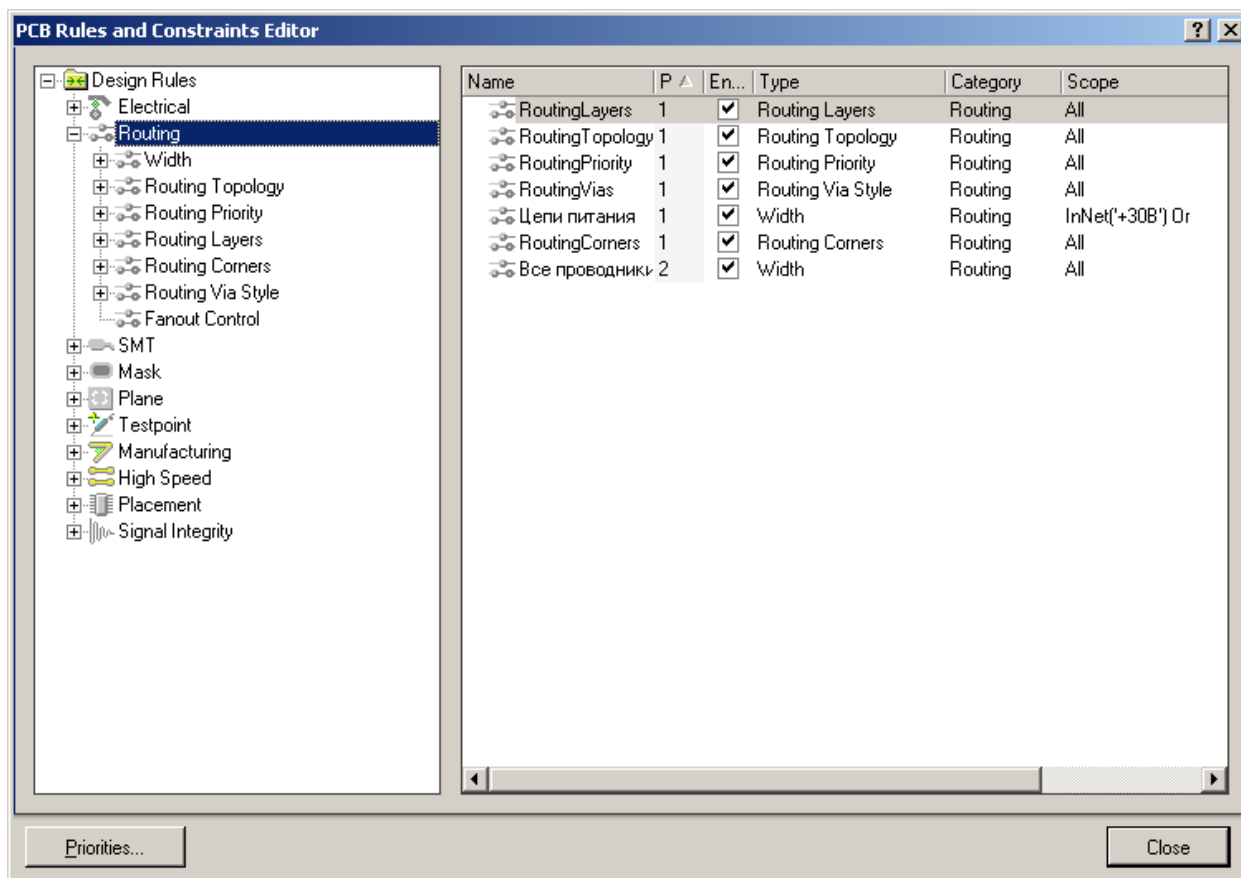

Рисунок 58 – Правила проектирования, учитываемые при автотрассировке.
2. Выполним щелчок левой кнопкой мыши на категории правил проектирования Routing. В правой части окна PCB Rules and Constraints Editor отобразится полный список заданных правил этой категории (рисунок 58).